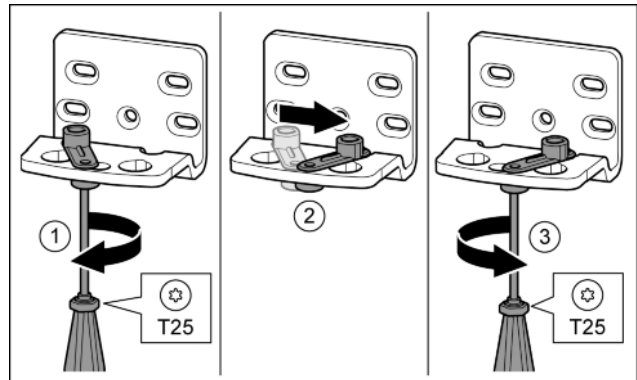

Fig. 12
- ▶ Visser la vis sans serrer avec un tournevis T25. Fig. 12 (1)
- ▶ Soulever le ressort de fermeture et le tourner de 90° à droite dans l'alésage. Fig. 12 (2)
- ▶ Serrer la vis avec un tournevis T25. Fig. 12 (3)